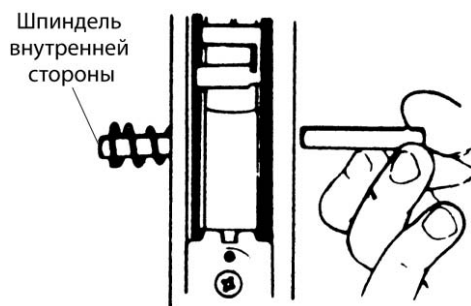

Рис. 6.41. Вставка шпинделей и пружин
1. Вставить наружный и внутренние шпиндели и пружину. Ограничитель внутри шпинделя должен быть в контакте со ступицей корпуса замка (рис. 6.41).